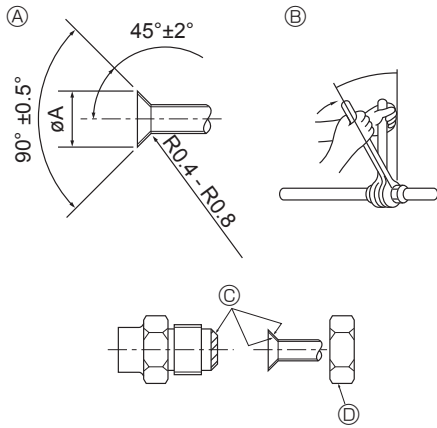

Fig. 4-1
- 4.1. Соединение труб (Fig. 4-1)